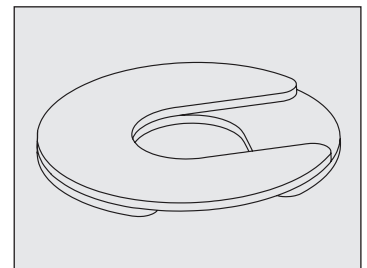

Fig. 7. Installez plusieurs cales avec des fentes décalées.
- Si plusieurs cales sont utilisées, veillez à ce que les rainures des cales soient décalées. Voir fig. 7.
- **N'UTILISEZ PAS** plus de quatre (4) cales sur une roulette.